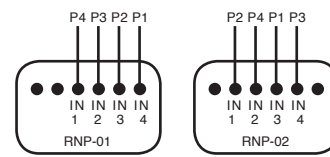

Рис. 1
- Нумерация кнопок для передатчиков RNP-01/RNP-02 представлена на рис. 1 – Программирование осуществляется так же как для P-257/4 и RNK-04